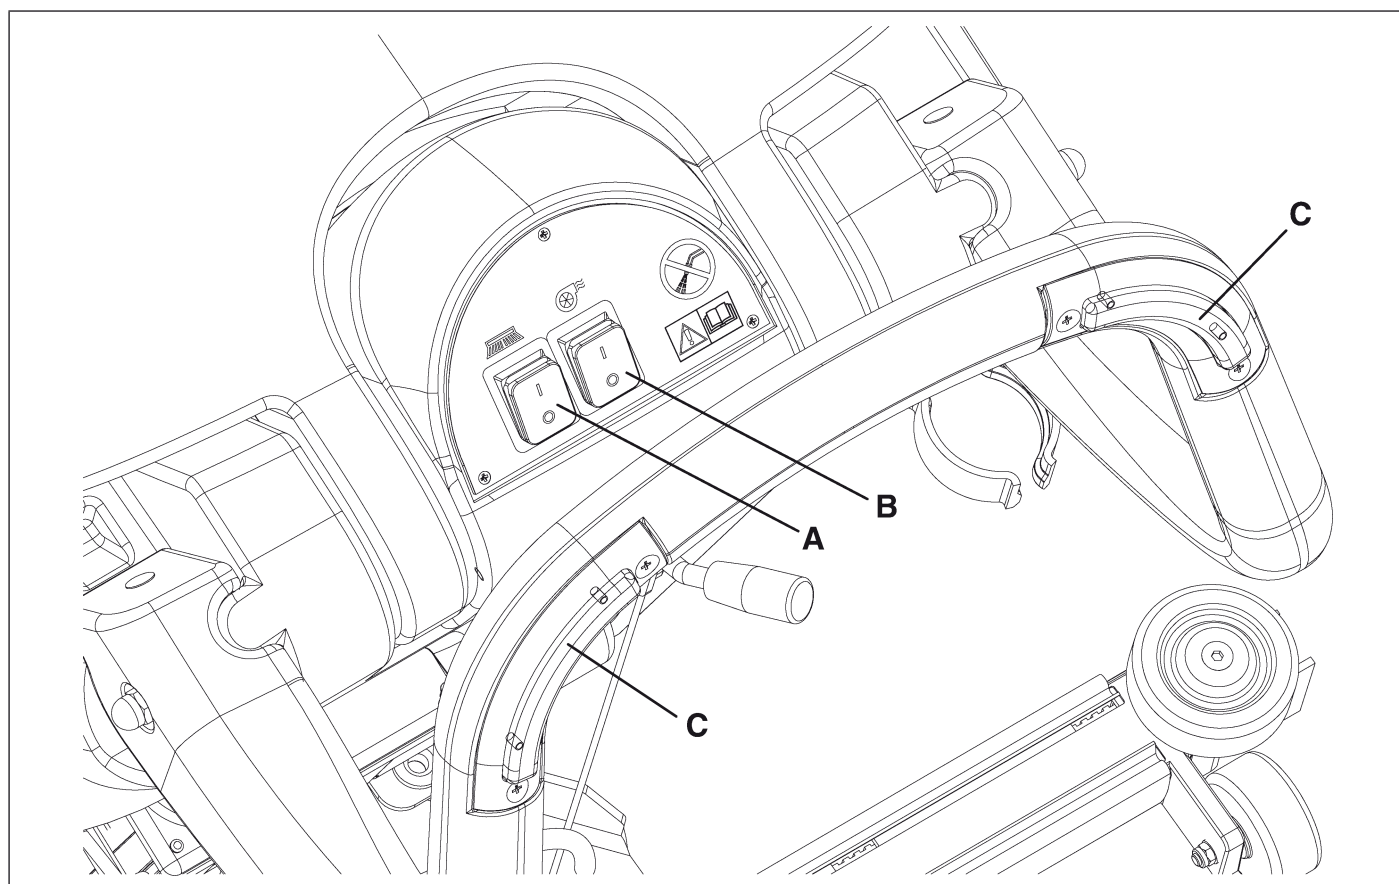

Figure 4
(Voir Fig. 4)
**Interrupteur de rotation brosse/disque (A, Fig. 4)**
S'il est positionné sur "I", la machine est prête pour la rotation de la brosse/disque. Pour activer la rotation de la brosse/disque, il faut tenir appuyé l'un ou les deux boutons-poussoirs de validation (C, Fig. 4).
**Interrupteur d'aspiration (B, Fig. 4)**
**Boutons-poussoirs de validation rotation brosses (C, Fig. 4)**
Les boutons-poussoirs ne sont actifs que lorsque l'interrupteur de rotation brosse/disque (A, Fig. 4) est positionné sur "I".